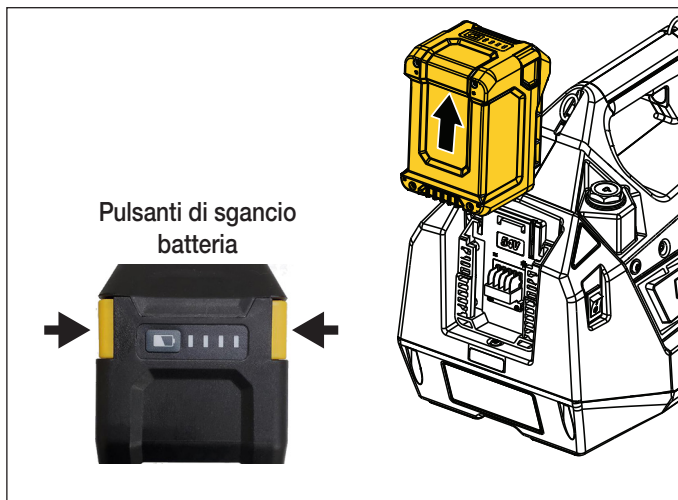

Figura 8: Batteria - Rimozione
- **Per rimuovere la batteria dalla pompa:** tenere premuti i pulsanti di rilascio situati su ogni lato della batteria. Quindi, far scorrere la batteria verso l'alto e rimuoverla dalla pompa. Vedere la Figura 8.